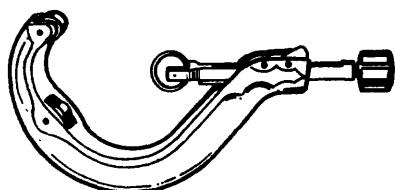

Fig. 2
1. Cortatubos para cobre, bronce, aluminio u otros tubos de pared fina y metal blando (fig. 2).